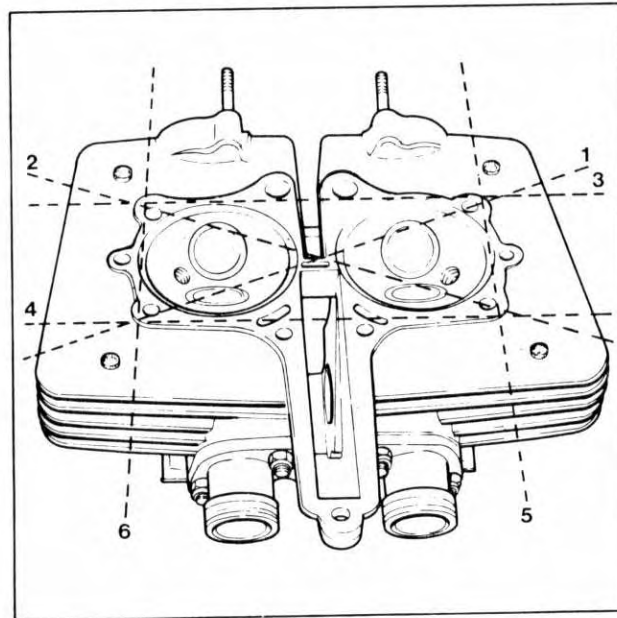

Fig. 45
- Controllo della planarità della superficie della testa. Questa verifica può venire effettuata mediante piano di riscontro e blu di Prussia o mediante riga di precisione. In quest'ultimo caso, effettuare il controllo disponendo la riga in 6 posizioni (fig. 45) e cercando di introdurre tra di essa e il piano della testa la lama di uno spessimetro. Se la superficie della testata presenta un errore di planarità superiore a 0,05, provvedere alla spianatura, facendo bene attenzione ad asportare la minore quantità possibile di materiale.
This inspection can be made by means of a surface plate and engineer's blue or with a straight edge. In the latter case, make warp measurements in six places, as shown in fig. 45; check the clearance with a feeler gauge. If cylinder head surface warp is greater than 0.05 mm, the surface should be skimmed, taking care to remove the slightest amount of material.